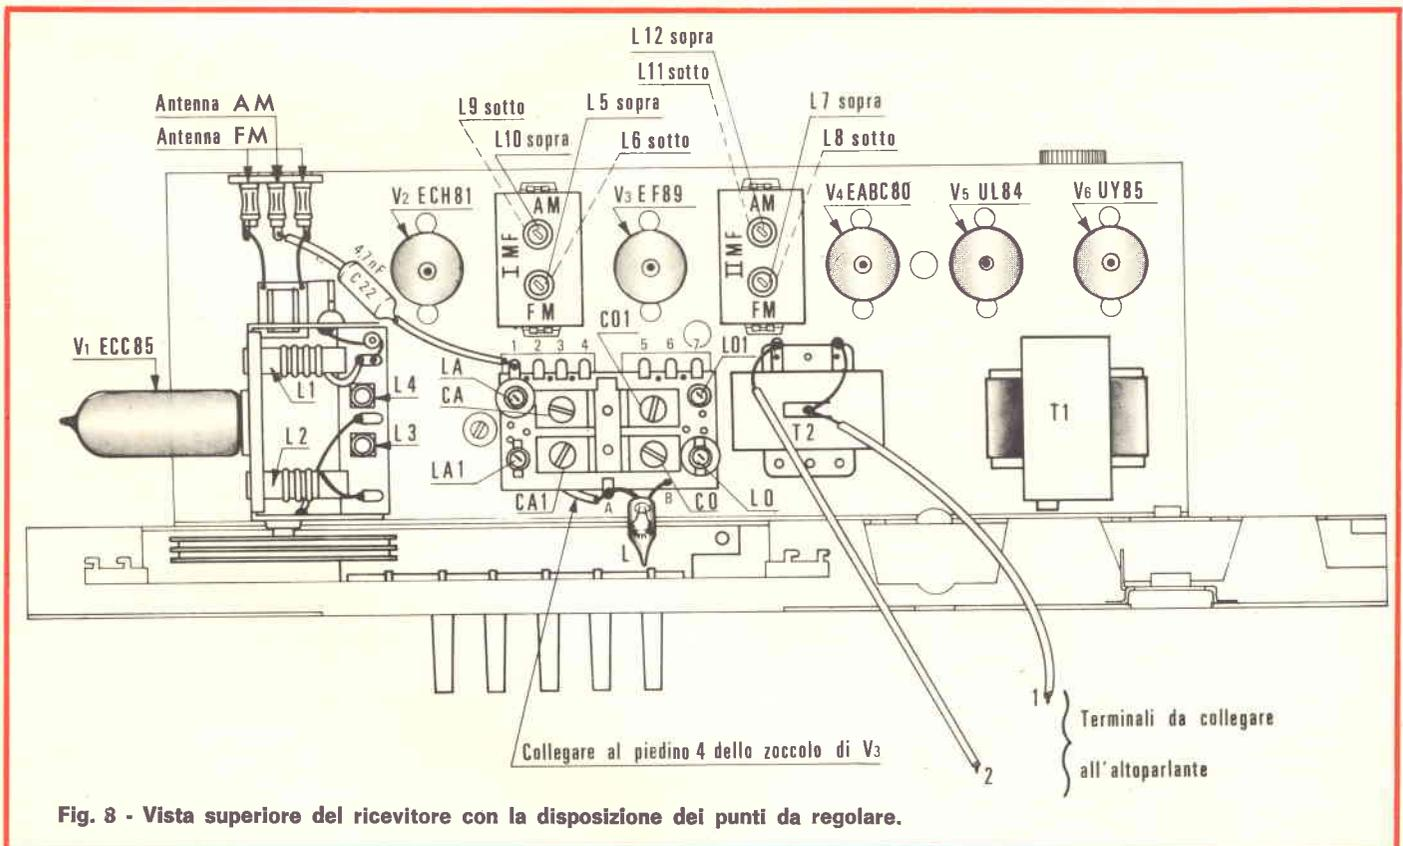

Fig. 8 - Vista superiore del ricevitore con la disposizione dei punti da regolare.
Per i particolari di montaggio dei componenti qui di seguito indicati vedi fig. 8.
- Montare le valvole - fig. 8.
- Collegare l'altoparlante ai terminali 1 e 2 del trasformatore d'uscita T2 - fig. 8.
Per la disposizione dei nuclei vedere fig. 8.
Per il procedimento vedere la tab. 2. Per la disposizione dei nuclei vedere la fig. 8.
Per la disposizione dei nuclei vedere la fig. 8.
Per la disposizione dei nuclei da regolare vedere la fig. 8.